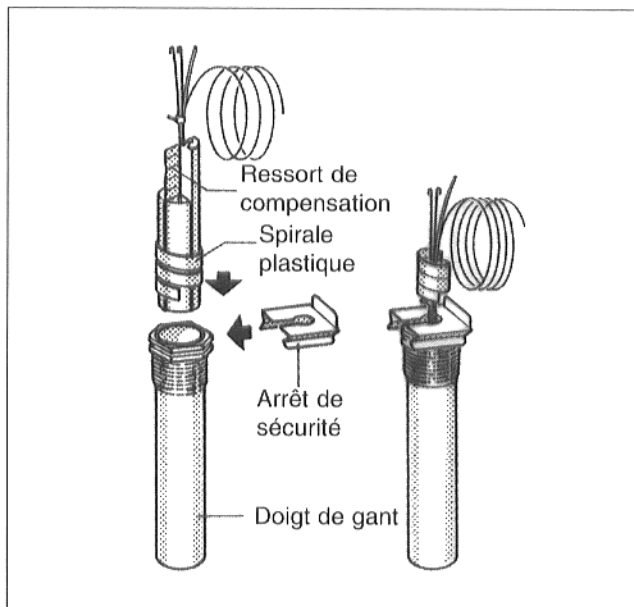

Fig. 24
- Lors de l'introduction, la spirale en plastique (qui sert à maintenir la sonde) se rétracte automatiquement (Fig. 24).
Pour assurer le contact entre le doigt de gant et la surface de la sonde et garantir une bonne transmission de la température, le ressort de compensation doit être introduit entre les sondes. (Fig. 24).